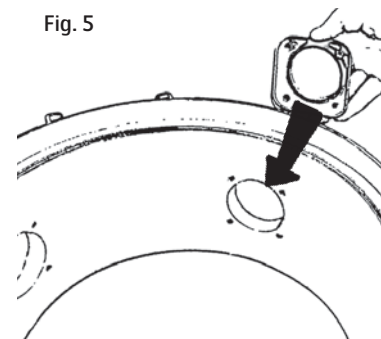

Fig. 5
4. Tilpass (flytt) sugstussen til det nye uttaket. NB! Stussen er merket med "Up". Pass på at stussen monteres med "Up" oppover. Fest stussen ved å montere og skru i de fire skrueene, Fig. 5.